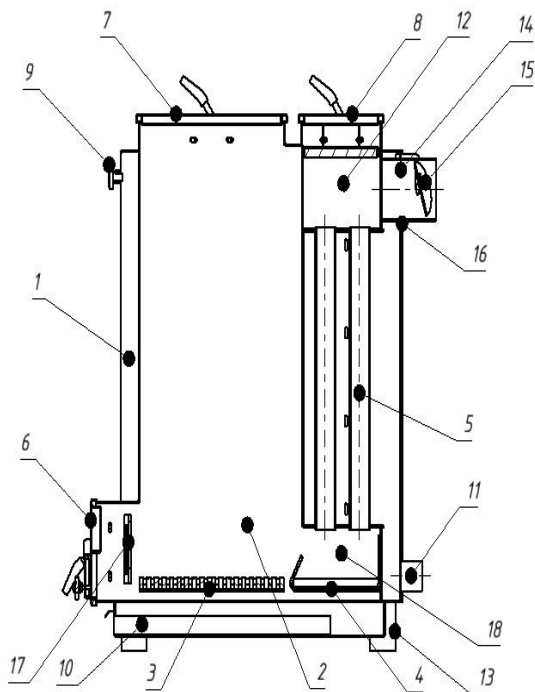

Рис.1
3.1. Котёл (рис.1) представляет собой сварную конструкцию из листовой стали, состоящую из загрузочной камеры, области колосникового горения, камеры дожигания пиролизных газов, корпуса котла с водяной рубашкой и вертикального жаротрубного теплообменника.
6.2. Полностью открыть: шиберную заслонку дымохода (15; рис.1), а при слабой тяге и дверцу поддувала (6).
6.7. При необходимости снизить температуру воды в котле следует частично прикрыть заслонку (15, рис.1).